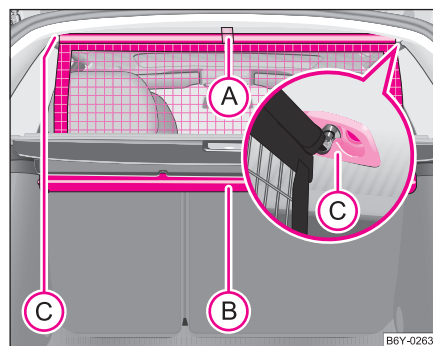

Fig. 61 Desfacerea peretelui despărțitor
- Trageți peretele de curelușă (A) din carcasă (B) în direcția suporturilor (C) ⇒ pagina 78, fig. 61.
- Introduceți bara transversală în locașurile (C) și apăsați bara în față.
- În același mod fixați bara pe partea cealaltă a autovehiculului, locașul (C).